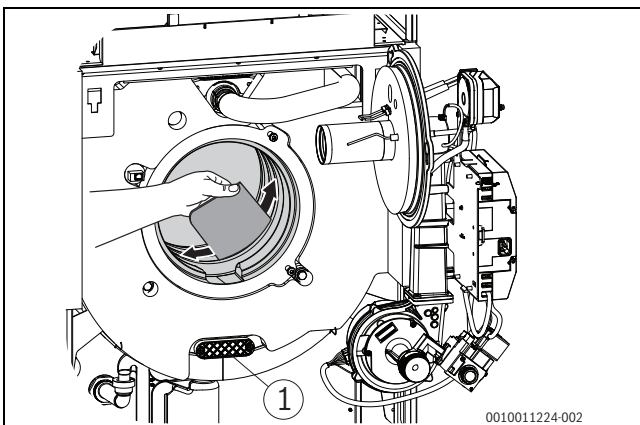
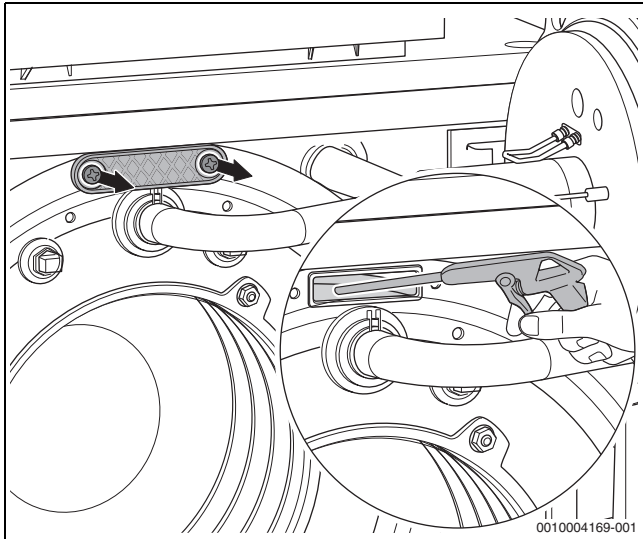

Bild 55 Heizgasspalte mit Reinigungsspachtel reinigen
Bild 56 Wärmetauscher mit Sprühlanze reinigen
- ▶ Reinigungsdeckel (→Bild 55, Seite 35, [1] und Bild 56) abnehmen.
- ▶ Lose Partikel mit Wasser (z. B. Sprühlanze) aus Feuerraum und Abgasmantel spülen (→Bild 56).
- ▶ Heizgasspalte mit Reinigungsspachtel reinigen (→Bild 55, Seite 35).